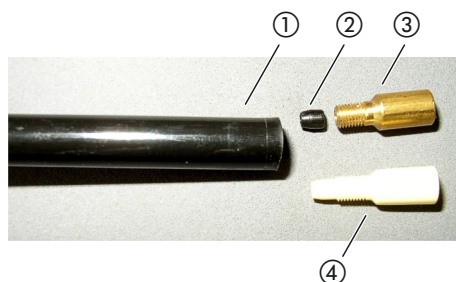

Abb. 6: Filtr kapilary
- 3 Zamontować uszczelnienie stożkowe, patrz rys. 6 na stronie 21.